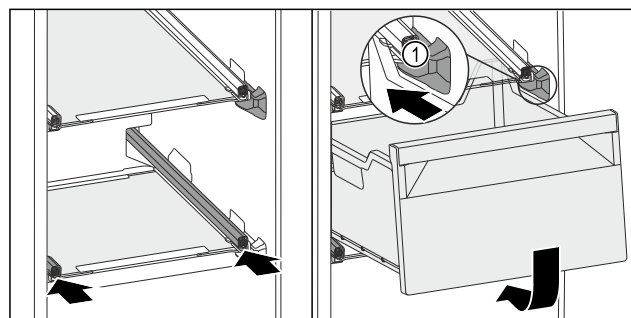

Fig. 130
- ▶ Ved'te zásuvku podél zářezek Fig. 130 (1).